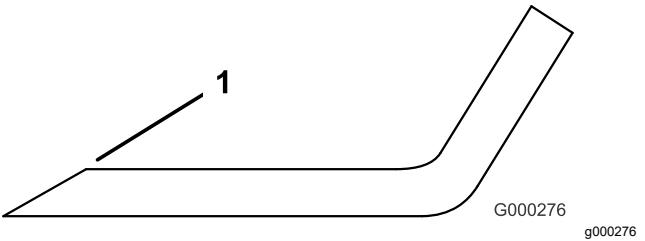

**Рисунок 86**
2. Осторожно проверьте режущие кромки ножей, особенно в точке соединения плоской и изогнутой частей ножа (Рисунок 86).
**Примечание:** Так как песок и абразивные материалы могут вызвать износ металла, соединяющего плоскую и изогнутую части ножа, проверьте нож перед использованием газонокосилки. Если нож изношен (Рисунок 86), замените его.